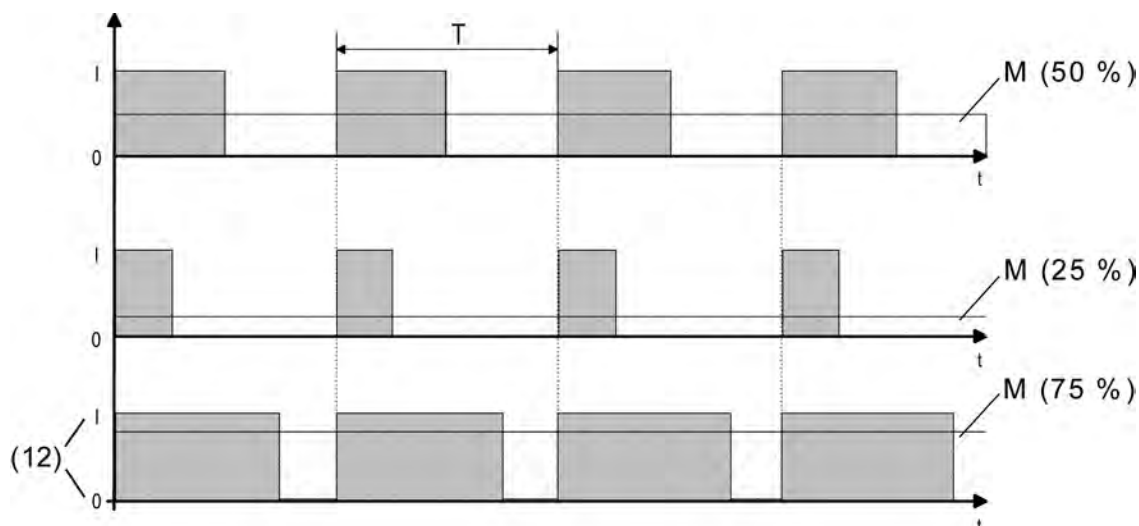

Bild 42: Pulsweitenmodulation eines Ventil-Ausgangssignals
Sobald das Gerät eine stetige Stellgröße oder einen in der ETS konfigurierten stetigen Ventil-Sollpositionswert am Ventilausgang einstellen soll, moduliert es das Ausgangssignal über die Einschalt-Pulsweite. Der aus dieser Modulation resultierende Mittelwert (M) des Ausgangssignals ist unter Berücksichtigung der im Gerät einstellbaren Zykluszeit (T) ein Maß für die gemittelte Ventilstellung des Stellventils und somit eine Referenz für die eingestellte Raumtemperatur (Bild 42).